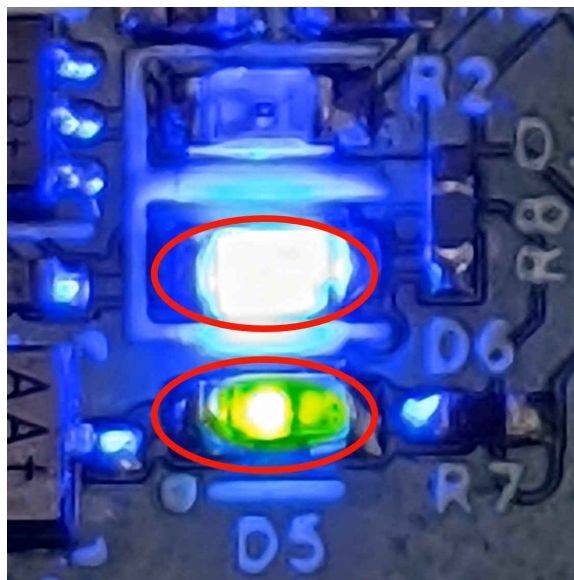

图 2-3. 主机静音工作模式下 LED 的状态
3. 打开电源。图 2-3 显示了 EVM 在主机静音工作模式下的 LED 状态。